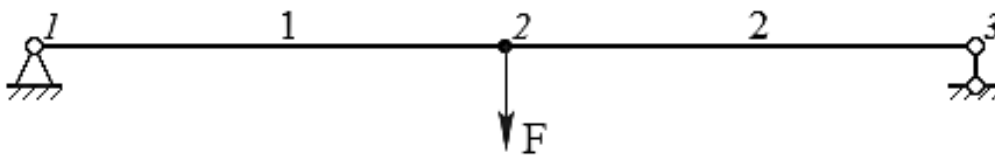

Рис. 5.2 – Балка с шарнирно-неподвижной и шарнирно-подвижной опорами
**Задание 5.2.** Дана балка с шарнирно-неподвижной и шарнирно-подвижной опорами (см. рис. 5.2). К балке приложена сосредоточенная сила  $F$ , кН, направленная перпендикулярно к продольной оси балки. Значение силы заданы по вариантам. Длины участков балки:  $l_{12} = l_{23} = 3$  м. Определить числовые значения реакций связей, возникающих в шарнирных опорах.